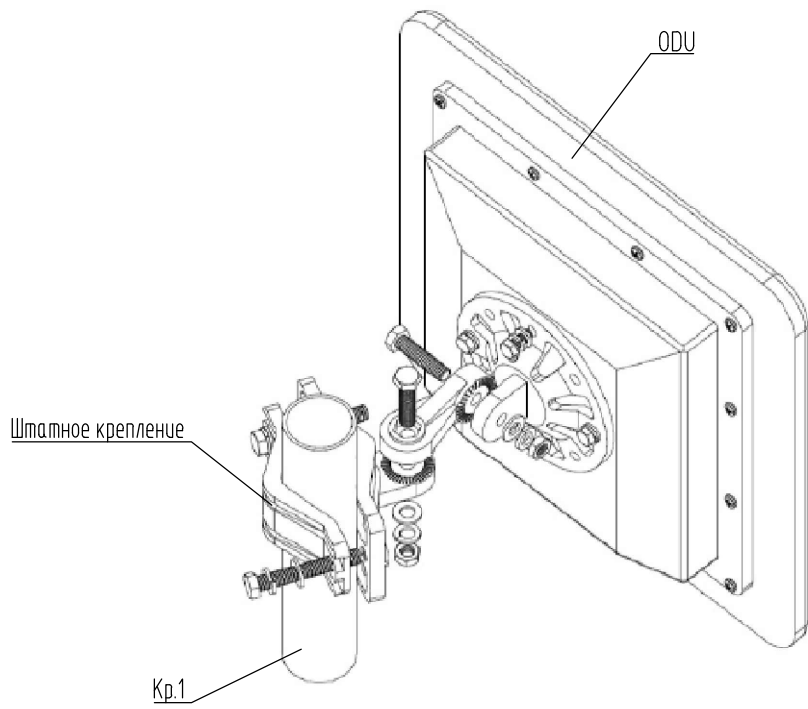

Рис.3 Схема крепления радиомодуля ШПД на АМС.
- Установку ООУ выполнить шпательным креплением, входящим в комплект поставки, на кронштейн Кр.1 согласно рис.3. Чертеж кронштейна см. лист 10.